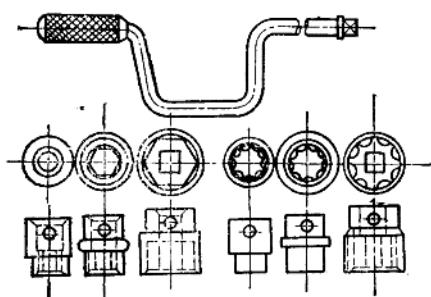

图2-12 套筒扳手
(6) 套筒扳手 套筒扳手是由套筒与扳柄两部分组成，如图2-12所示，一般为盒式包装，有13件、17件和24件、32件。它适用于拆装位置狭小，特别隐蔽的螺栓或螺母。套筒的套口与梅花扳手有些相似，套筒是做成单体的，工作中可根据需要选用各种不同规格的套筒，并与摇把配合使用，因此它的用途广泛，工作效率也较高。